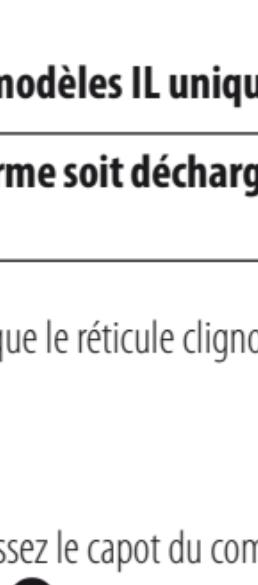

Fig. 3-1
① Maintenez fermement la bague de réglage d'intensité du rhéostat et dévissez le capot du compartiment à pile ① dans le sens
inverse des aiguilles d'une montre, à l'aide du dispositif d'ouverture dédié ② (Fig. 3-1).